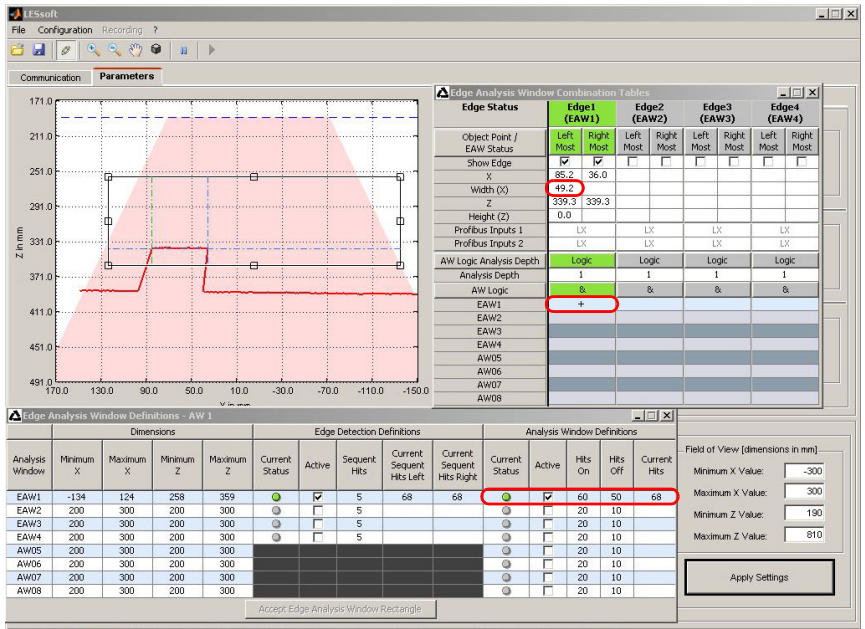

Fig. 9.9 : Exemple d'application 3.1 : contrôle de la largeur d'objets cubiques avec détection d'objet
La valeur seuil pour la détection d'objet dans EAW1 est de 60 hits. La figure 9.9 représente un objet large avec Current Hits = 68 dans la plage de mesure du LES. L'objet est détecté, le statut de la détection d'objet est vert (ok). Dans la fenêtre Edge Analysis Window Combination Tables, la détection d'objet supplémentaire s'active en sélectionnant + dans EAW1. Tous les résultats sont verts (ok). La largeur déterminée du carton est de 49,2mm (colonne Edge1 -> ligne Width (X)).